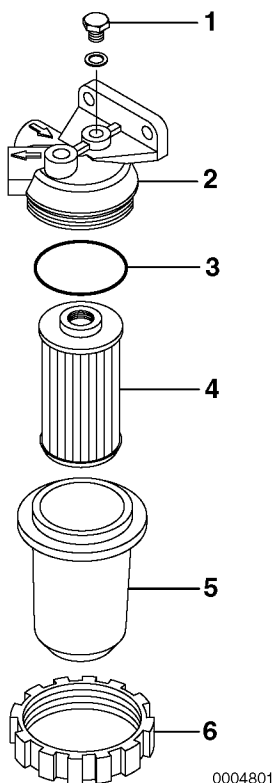

Figure 4
3. Draai de ontluchtingsschroef (**Figure 4, (1)**) 2 tot 3 draaien losser.